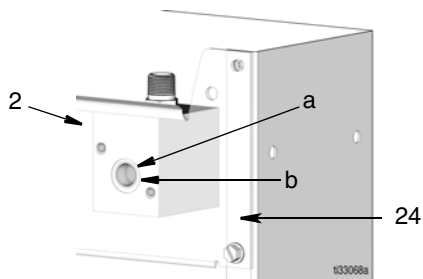

FIG. 10
3. Posizionare il collettore (2) all'interno della barra olio, orientando l'apertura (b) sulla parte anteriore del collettore con l'apertura (b) nella piastra di montaggio (24) come indicato in FIG. 10.